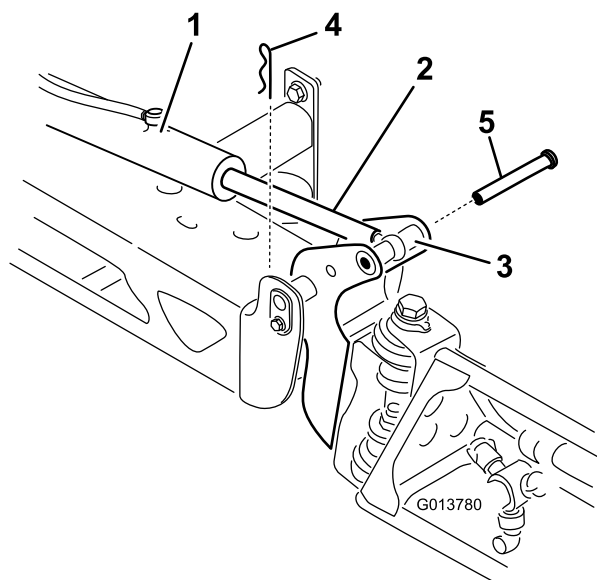

Figure 65
- Retirez la goupille fendue de l'axe de chape (Figure 65).
- Levez la section, retirez l'axe de chape et abaissez lentement la section au sol (Figure 65).
7. Tout en soutenant la section de pulvérisation, insérez l'axe de chape dans le pivot de rampe et la tige de vérin (Figure 65).